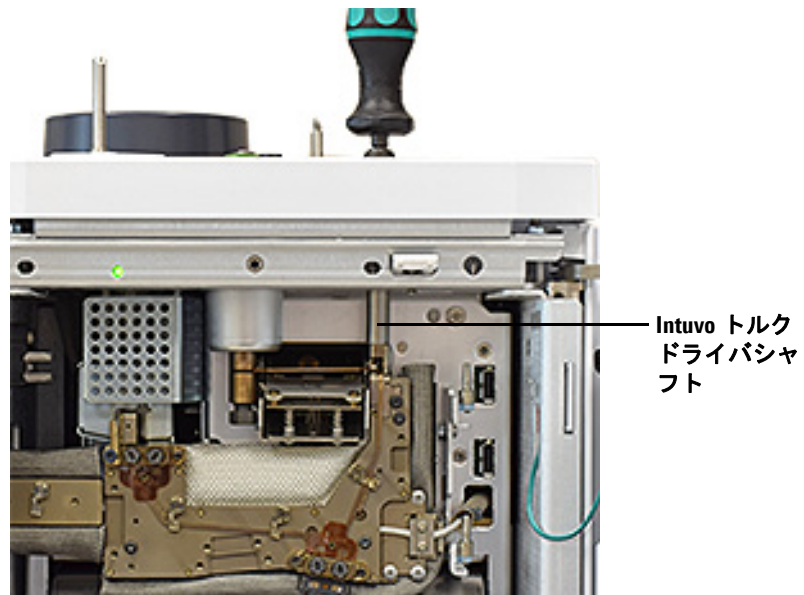

図 13 ガードチップのコンプレッションボルトを緩める（スプリット/スプリットレス注入口を表示）
- c Intuvo トルクドライバを使用して、ガードチップのコンプレッションボルトをボルトの下部分とリトルバスの間に隙間があくまで緩めます（ガードチップのコンプレッションボルトへは、以下のように、GC の上部からアクセスします）。図 13 を参照してください。